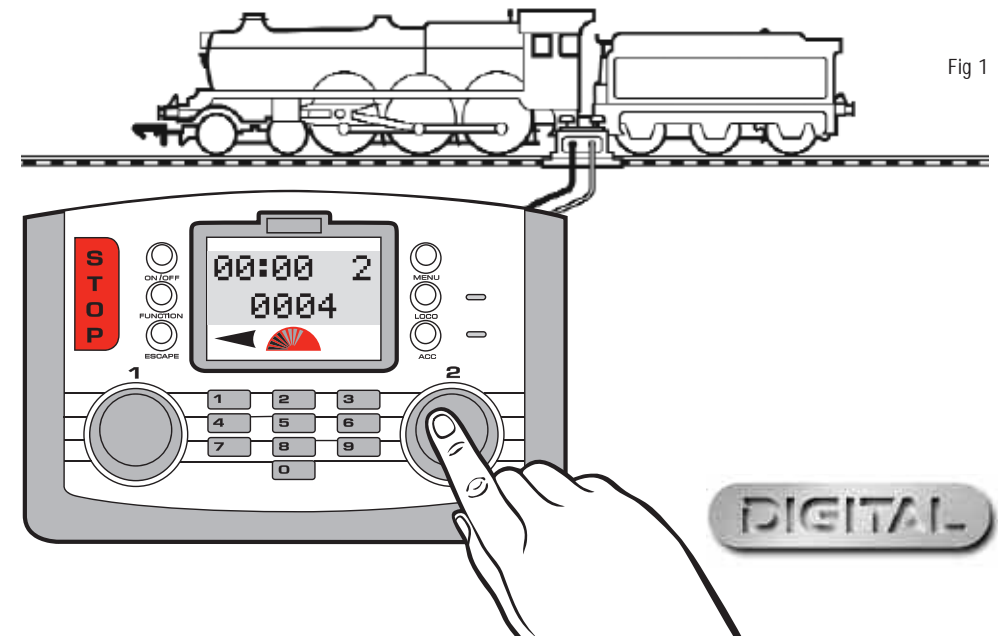

Fig 1
4. Appuyez et relâchez **Control 2**. L'écran indique « **00:00 2 0004** ». Faites tourner **Control 2** et la locomotive démarrera. Si vous souhaitez que la loco démarre dans le sens opposé, appuyez sur **Control 2**. L'écran indique que la flèche du sens aura changé. Voir la Fig 1.